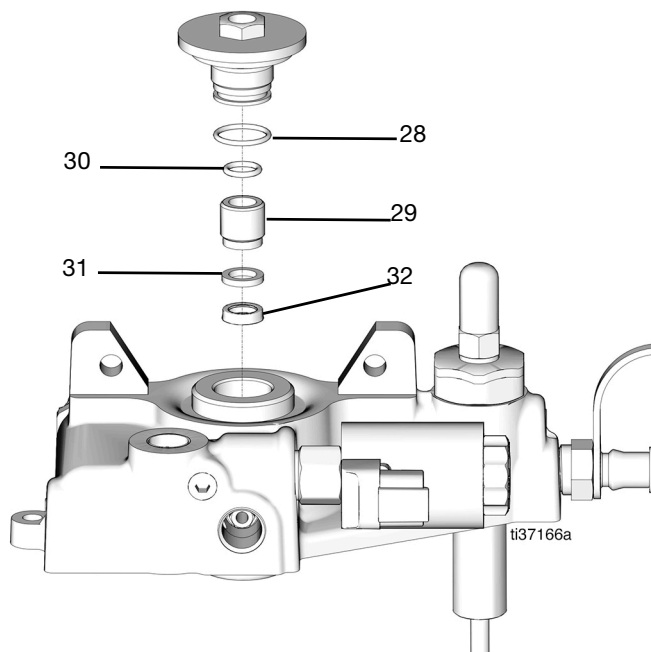

FIG. 48
31. Quite la junta tórica exterior (28) de la tuerca de retención (FIG. 48).
32. Quite el tornillo del cuello (29) para llegar a la junta tórica interior (30) (FIG. 48).
33. Desmonte la arandela de bronce (31) del alojamiento de la bomba (FIG. 48).
34. Retire la junta del cuello (32) (copa en U) (FIG. 48).